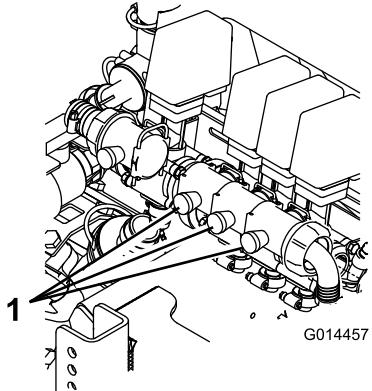

图4
11. 调节已关闭的喷洒臂所对应的平衡阀总成上的喷洒臂旁通阀（图4），直到压力表上的压力读数与步骤 8 中的相同为止。